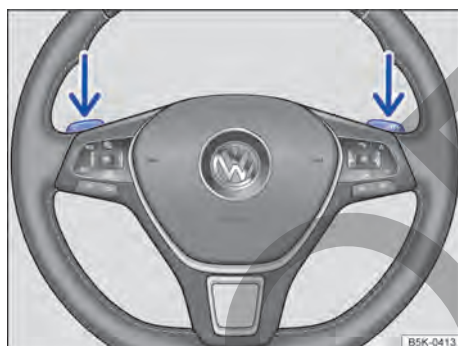

Fig. 83 Volante con selectores basculantes de Tiptronic.
- Presione la palanca selectora basculante derecha → fig. 83 hacia el volante para aumentar la marcha.